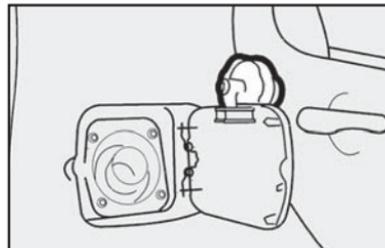

fig. 72
- Luego de retirada la tapa de su alojamiento, colóquela en el soporte sobre la puerta **fig. 72**.